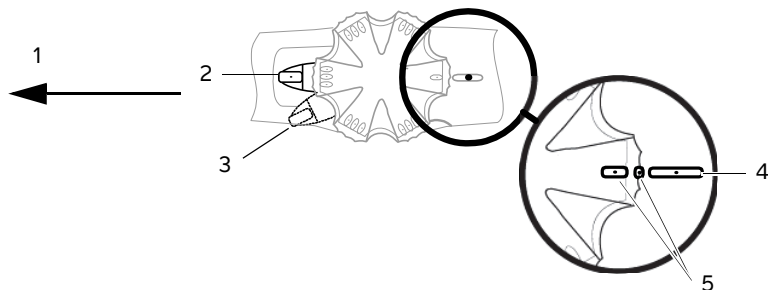

Abbildung 2-6 Bedienung der Flexionsbremse des distalen Endes
Die Bremse der anterioren/posterioren Abwinkelung ist ein Griff unter dem Flexionsregler (siehe **Abbildung 2-6**). Es ist keine Bremse für die rechte/linke Abwinkelung vorhanden.
- ▶ Um beim Einführen oder Entfernen des Schallkopfs eine Verletzung der Speiseröhre zu vermeiden, muss sich der Drehregler im frei beweglichen, neutralen und ungebremsten Zustand befinden. Siehe **Abbildung 2-6**.